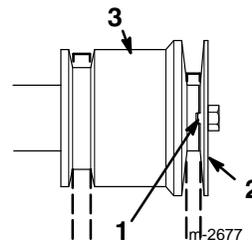

Abbildung 29
14. Motorscheibe, Unterlegscheibe, Sicherungsscheibe und Kurbelwellenschraube anbringen. Darauf achten, daß die Indexrippe in der Motorscheibe auf die Indexkerbe in der mittleren Motorrolle ausgerichtet ist (Abb. 29).
Darauf achten, daß die Indexrippe in der Motorscheibe auf die Indexkerbe in der mittleren Motorrolle ausgerichtet ist (Abb. 29).